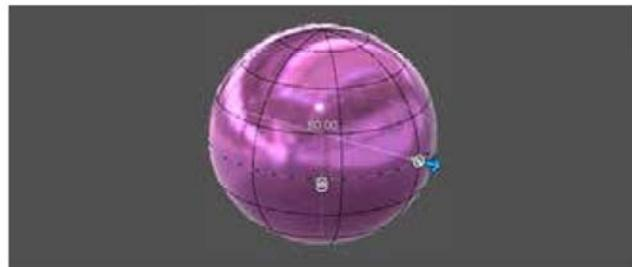

图 2-94
(4) 球体：创建 T 样条球体。选择平面，然后选择球体的中心点，使用操纵器或输入数值指定直径和面数，如图 2-94 所示。